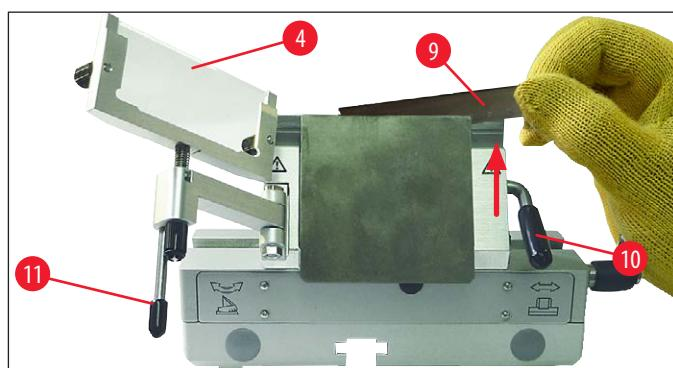

图 31
2. 逆时针转动打开锁杆（→图 31-10）（→“图 31”）。
3. 小心地从上方或从侧面将刀片（→图 31-9）插入压板和刀托之间。确保插入刀片时刀片居中，并与横档齐平（参见（→“图 31”）中的红色箭头）。